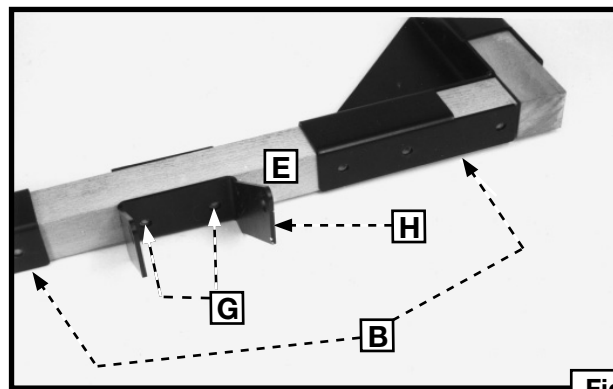

Fig. 8
- Une fois les planches d'extrémité et latérales en position (B) fig. 8, positionner le support pivotant (H) à l'extrémité de la base, à mi-chemin entre les supports (B) où seront assemblés la pédale et l'ensemble de roulettes.
REMARQUE: positionner le support pivotant (H) fig. 8, directement à l'opposé des deux roues (fig. 12). Marquer l'emplacement des deux endroits (G) fig. 8, où seront percés les trous débouchants de 11,1 mm (7/16 po) de diamètre pour l'assemblage du support pivotant (H).